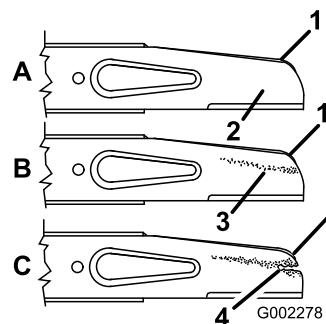

Figura 28
2. Rimuovete i dadi della lama, l'acceleratore e la lama (Figura 28).